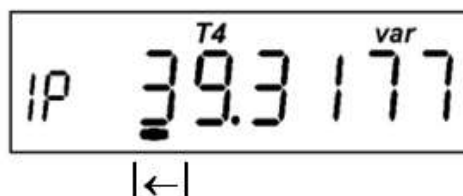

Рисунок 18
- прогнозируемая фактическая величина отпущенной реактивной мощности (отображается мнемоникой "*var*" и маркером " $\leftarrow$ ")\* (Рисунок 18):